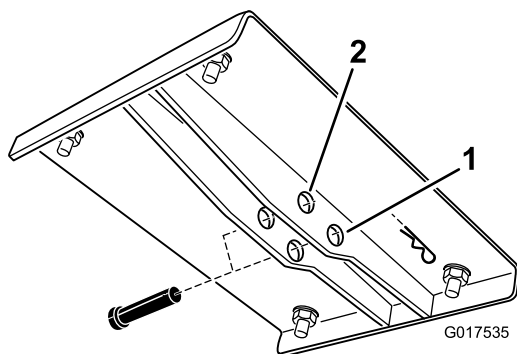

図 10
- 上昇降ブラケットについている 2 組の穴を探し出す(図 10)。電動車両用の穴を選択すること。